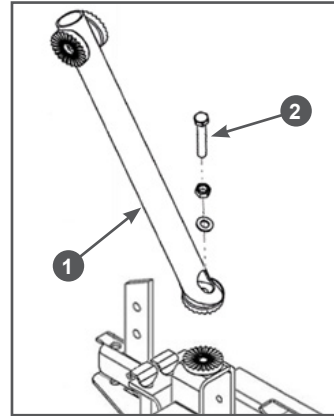

Рис. 6 Установка стойки рукояток управления
6. Установите стойку 1 рукояток управления на мотокультиватор (Рис. 6). Совместите отверстия в кронштейне и стойке и закрутите болт 2 крепления стойки.